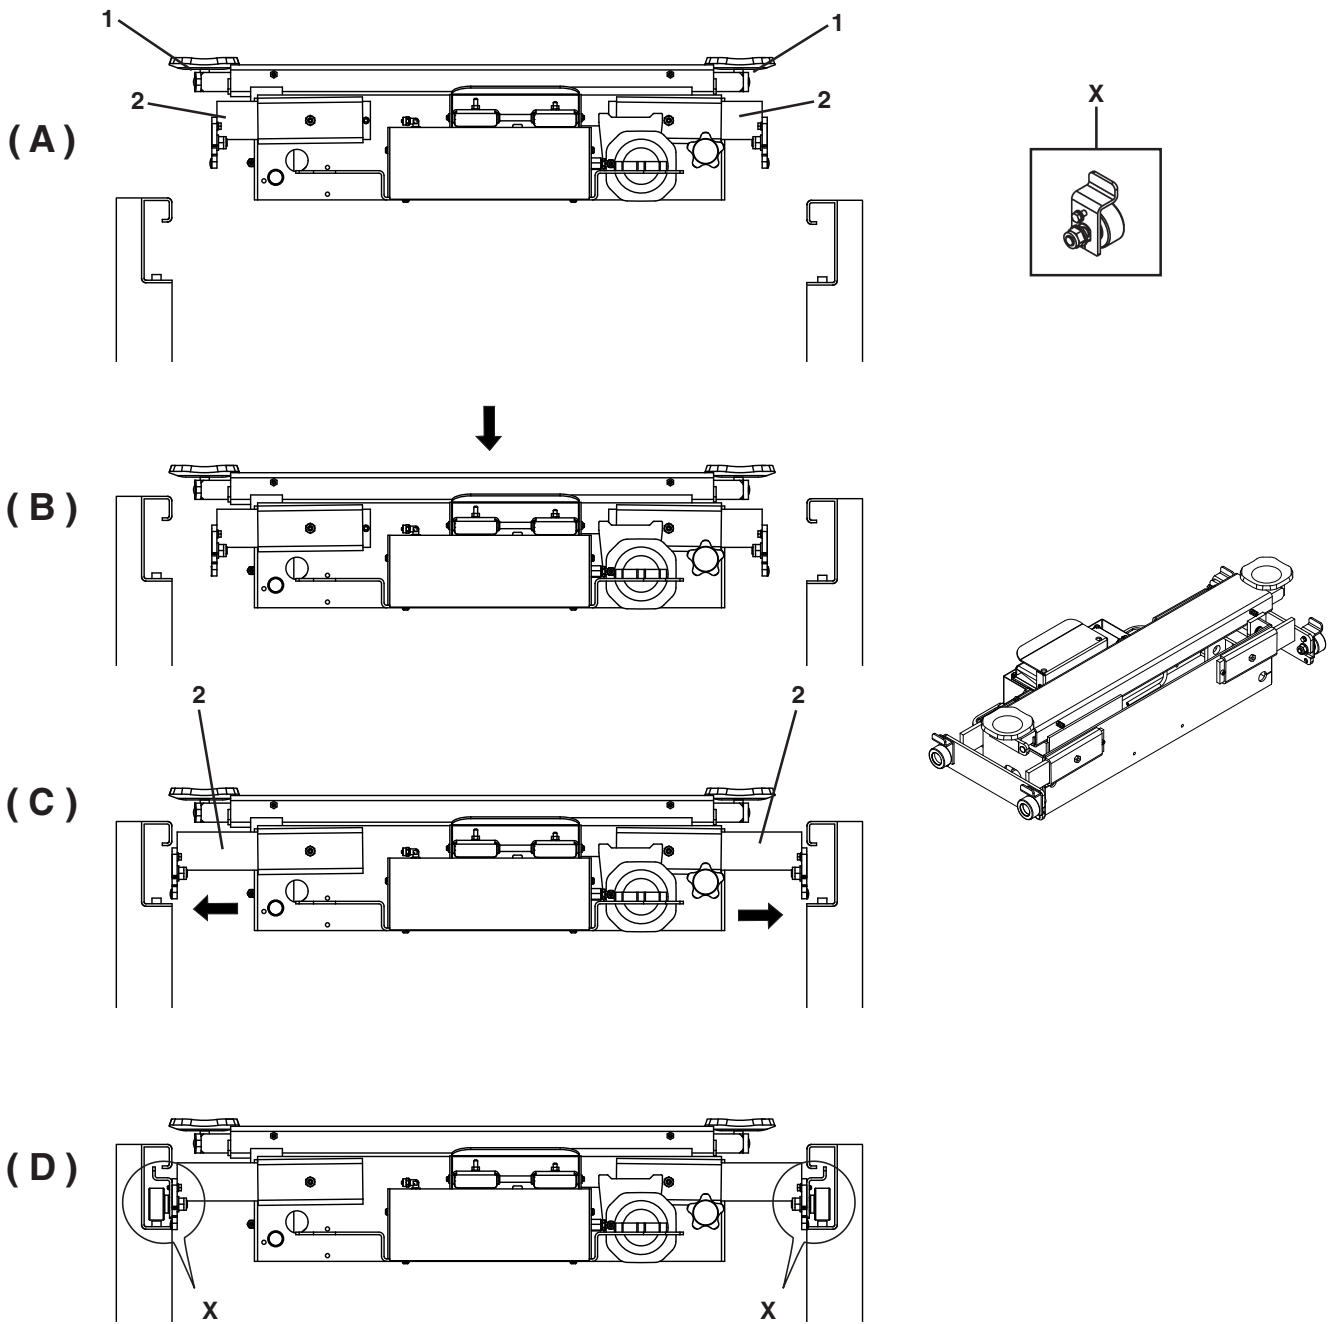

Fig. 10
Rif. Fig. 10.
- verificare che i 4 insiemi "rullo + staffa" (X) non siano montati sugli sfilii **2**;
- sollevare la traversa come descritto al paragrafo 2.1 (vedi posizione **A** di Fig.10);
- (**D**) eseguire il montaggio dei 4 insiemi "rullo + staffa" (X) sugli sfilii, procedendo come di seguito.
Ref. Fig. 10.
- lift cross member as described in paragraph 2.1 (see position **A** of Fig. 10);
- (**D**) assemble the 4 "roller + bracket" (X) assemblies on the pull-outs, proceeding as indicated below.
Bez. Abb. 10.
- den Querbalken gemäß Beschreibung im Paragraph 2.1 heben. (Siehe Position **A** der Abb.10);
- (**D**) die Montage der 4 Baugruppen „Rolle + Bügel“ (X) auf den Ausfahrteilen vornehmen, dabei wie nachstehend beschrieben vorgehen.
Réf. Fig. 10.
- soulever la traverse comme décrit au paragraphe 2.1 (voir la position **A** de Fig.10) ;
- (**D**) exécuter le montage des 4 ensembles « rouleau + bride » (X) sur les rallonges, en procédant comme indiqué ci-après.
- levantar el gato de elevación como se describe en la sección 2.1 (ver posición **A** de la Fig.10);
- (**D**) realizar el montaje de los 4 conjuntos "rodillo + sostén" (X) en las prolongaciones, procediendo como se muestra a continuación.